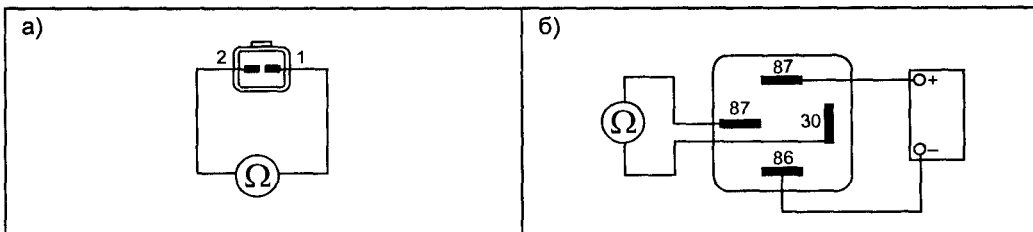

Рис. 1.8.8. Контроль выпуска ОГ и система обеспечения ЭСУД
Конструктивно это инерционный механический размыкатель. Для проверки отключить разъем IFS датчика и проверить срабатывание нажатием кнопки на корпусе выключателя (см. рис. 1.8.8д и схему на рис. 1.8.2):
- измеряют сопротивление обмотки соленоида EGR клапана, контакты 1—2 разъема клапана, его величина должна быть около 15 Ом (см. рис. 1.8.8а);
- извлекают главное реле питания ЭСУД K46 из разъема, собирают диагностическую схему (см. рис. 1.8.8б) и проверяют его срабатывание, контакты 87, 30 должны замкнуться при подключении питания к контактам 85, 86. Если этого не происходит, реле заменяют;
- извлекают реле FTP K20 из разъема, собирают диагностическую схему (см. рис. 1.8.8б) и проверяют его срабатывание — контакты 87, 30 должны замкнуться при подаче питания на контакты 85, 86, если этого не происходит, реле заменяют;
- извлекают реле свечей накаливания K22 из разъема, собирают диагностическую схему (см. рис. 1.8.8б) и проверяют его срабатывание — контакты 87 и 30 должны замкнуться при подаче питания на контакты 85, 86, если этого не происходит, реле заменяют;